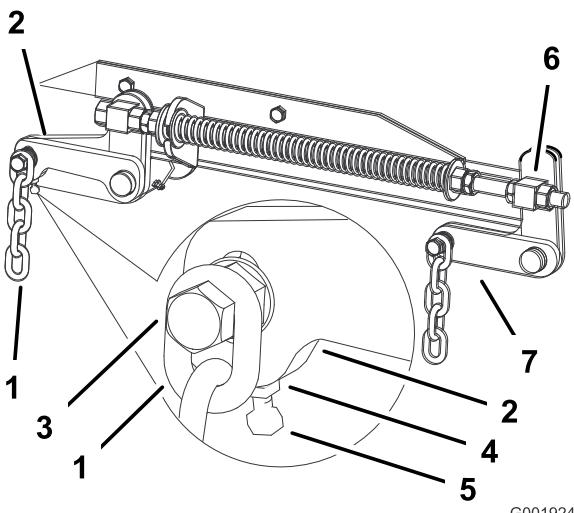

Figure 57
7. Si la distance mesurée au point **B** ou **C** n'est pas correcte, desserrez le boulon de fixation de la chaîne arrière au bras de support arrière (Figure 57).
8. Desserrez l'écrou de blocage sous le bras de support arrière et agissez sur le boulon de réglage de manière à obtenir une distance de 79 à 83 mm (3-1/8 à 3-1/4") (Figure 57).
7. Desserrez d'environ 13 mm (1/2 po) les écrous de blocage à l'avant des pivots avant gauche et droit (Figure 57).
8. Réglez les écrous de relevage sur les côtés gauche et droit de la machine de manière à abaisser l'avant de 6 à 10 mm (1/4 à 3/8") au point **A** par rapport au point **B** à l'arrière (Figure 57).